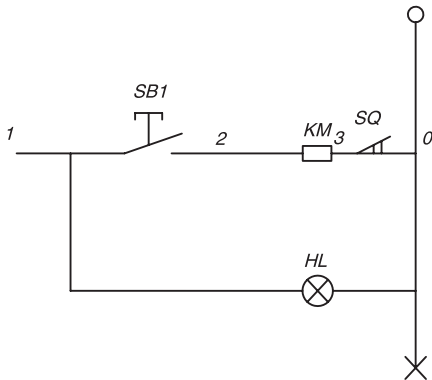
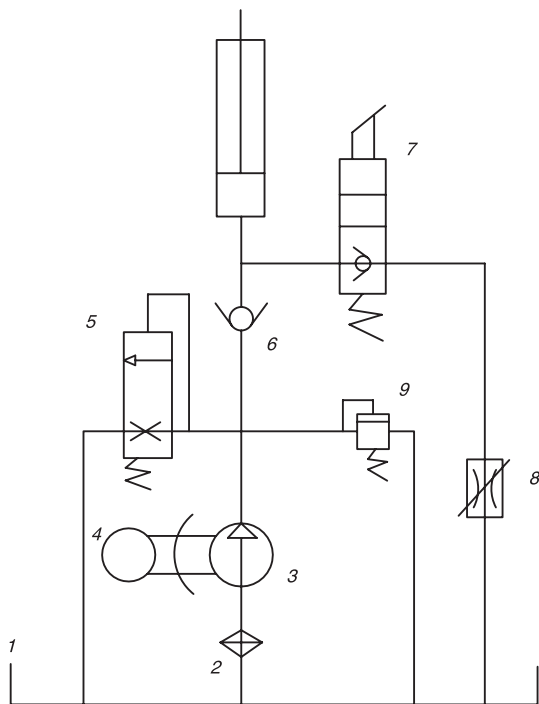

Рисунок 2 - Электрическая схема
Рисунок 3 - Гидравлическая схема
2. После того, как каркас подъёмника смонтирован, подключите гидравлическую силовую установку (рис. 3) и электропитание (рис. 2).